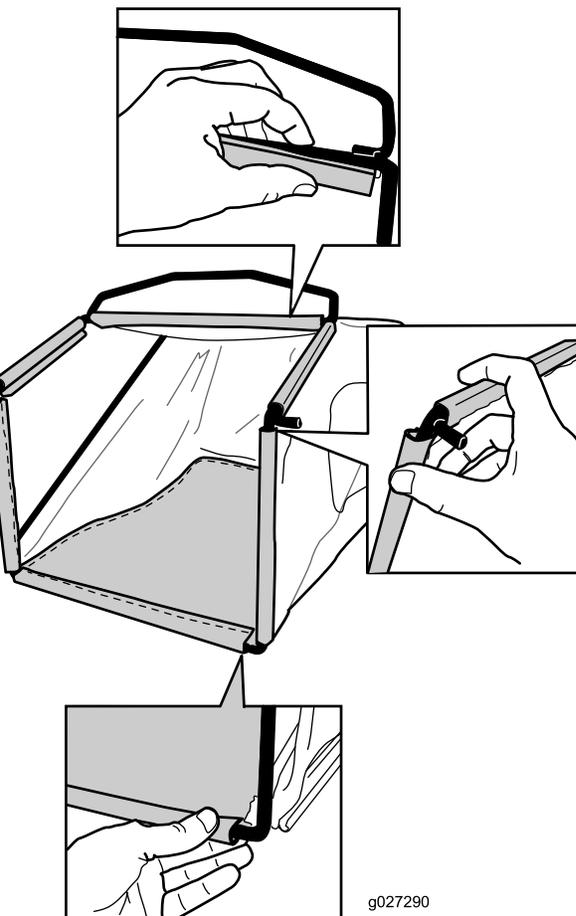

Figura 10
3. Agganciate i canali superiore e laterali del cestino rispettivamente sulla parte superiore e quelle laterali del telaio (Figura 10).